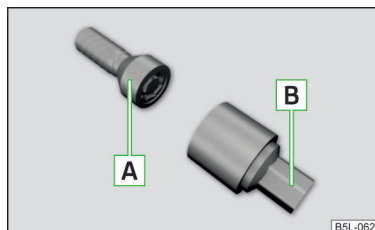

Fig. 330
Les boulons de roues antivol protègent vos roues contre le vol. Ils peuvent être -détachés/serrés- uniquement avec l'adaptateur **B** » **fig. 330**.
- Enfoncez la clé démonte-roue jusqu'en butée sur le boulon de roue. Pour les boulons de roues antiviol, utilisez l'adaptateur correspondant » fig. 330 à la page 302.